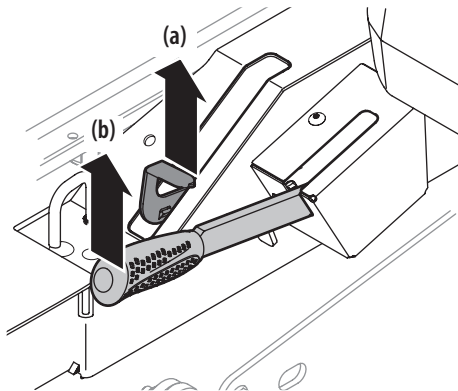

Figure 2-2
4. Déplacez le levier de dérivation des transmissions (a) vers la gauche et tirez-le complètement vers l'arrière pour engager les soupapes. Voir Figure 2-2.